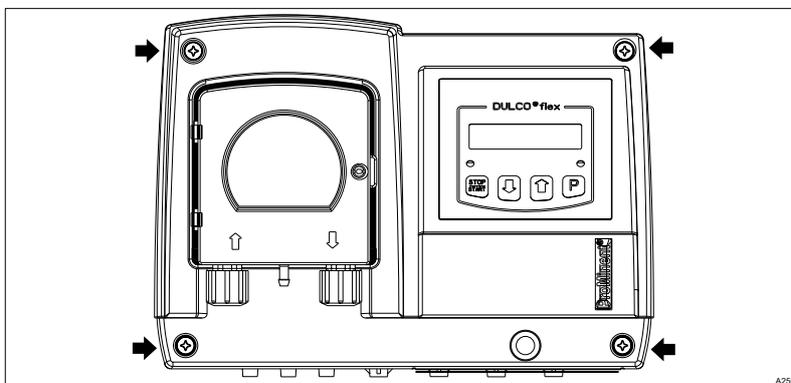

Fig. 7 : 4 vis (flèches) dans la partie supérieure du boîtier
2. ➤ Dévisser les 4 vis de la partie supérieure du boîtier, Fig. 7 .